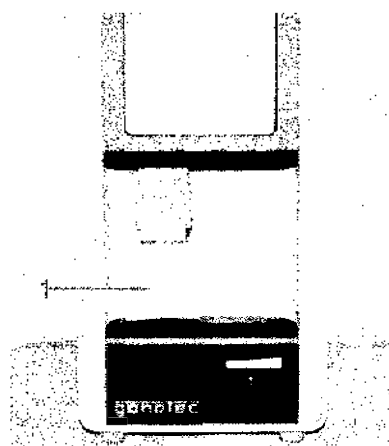

Рис. 19: Устройство для защиты при транспортировке
3. Извлечь устройство для защиты при транспортировке (рис. 19/1) с термисторного зонда. Выполнить следующее: